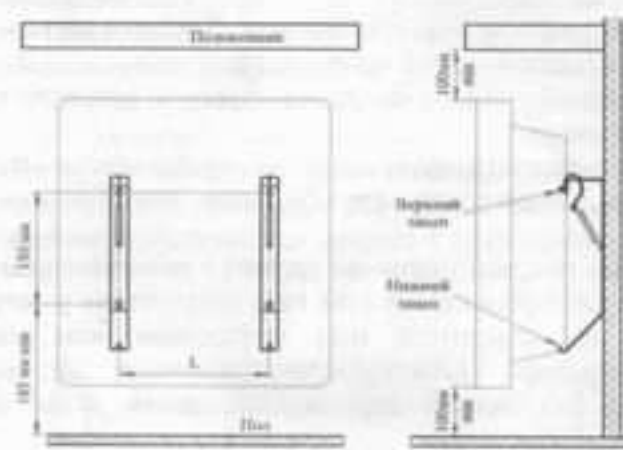

Рис. 2
5.4 Для стационарной установки конвектора выполните на стене разметку под крепежные отверстия (см. рис.2, табл.2) и закрепите кронштейны для установки конвектора, любым доступным способом, обеспечив надежное крепление конвектора в течении всего срока эксплуатации и соблюдая минимальные расстояния от поверхностей конвектора до предметов окружающей обстановки, как показано на рисунках 3, 4 (расстояния даны в сантиметрах).